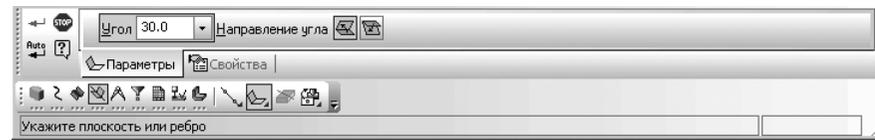

Рис. 8.6. Панель свойств: Плоскость под углом.
- переместите указатель мыши с нажатой левой кнопкой мыши на кнопку  – **Плоскость под углом к другой плоскости** и отпустите кнопку мыши. Появится **Панель свойств: Плоскость под углом**, показанная на рис. 8.6.